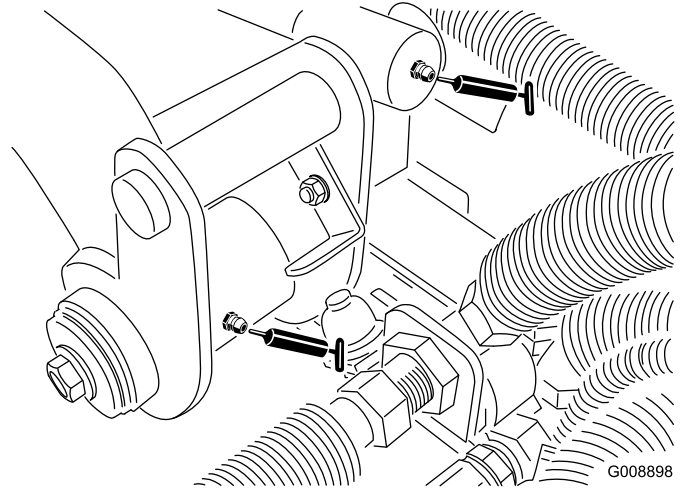

Figura 60
- Pivote y cilindro de elevación del brazo de elevación trasero (2 engrasadores – Figura 60)